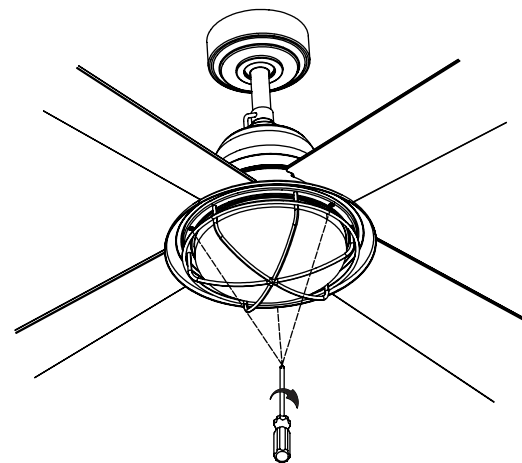

Fig. 22
Étape 4: Aligner les trous de vis sur l'assemblage de la plaque d'éclairage et l'assemblage de l'ombre acrylique, sécuriser en serrant avec les trois vis qui se trouvent dans l'emballage du matériel (Fig 22).